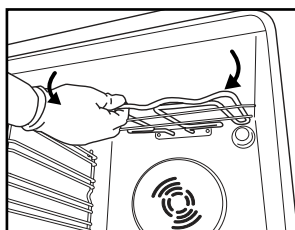
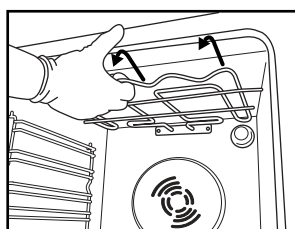

Fig. 4
Fig. 5
2. Trekk varmelementet litt ut (Fig. 4) og senk det (Fig. 5).